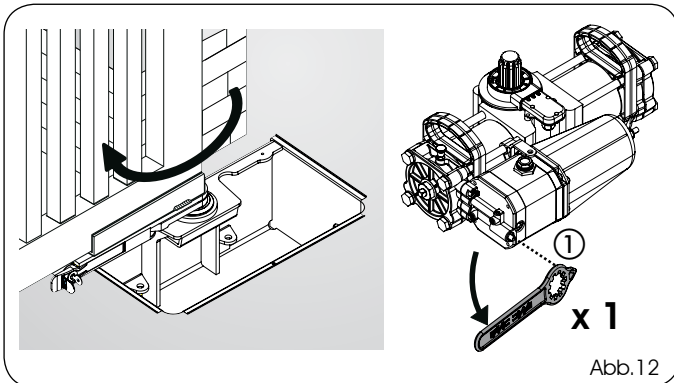

Abb.12
- 2) Unter Bezugnahme auf die Anweisungen in Kapitel 7.1 den Antrieb hydraulisch entriegeln und hierzu mit dem entsprechenden Schlüssel (Abb. 1, Bez. ①) die Entriegelungsschraube (Abb. 12, Bez. ①) drehen.